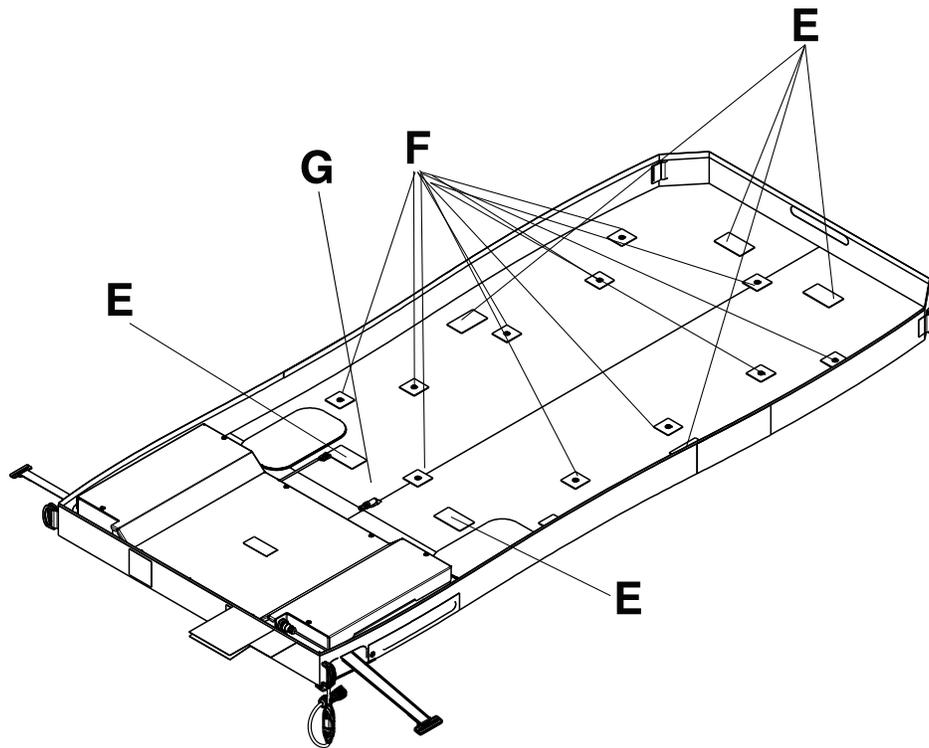

Figure 3 – Fixations à boucles et crochets et loquets de l'ensemble de cellules
14. En commençant par le côté tête de la surface de support, séparer les six fixations à boucles et crochets de la housse inférieure (E) (Figure 3).
15. Désenclencher les douze loquets et séparer les fixations à boucles et crochets des côtés gauche et droit de la poche de rotation (F).